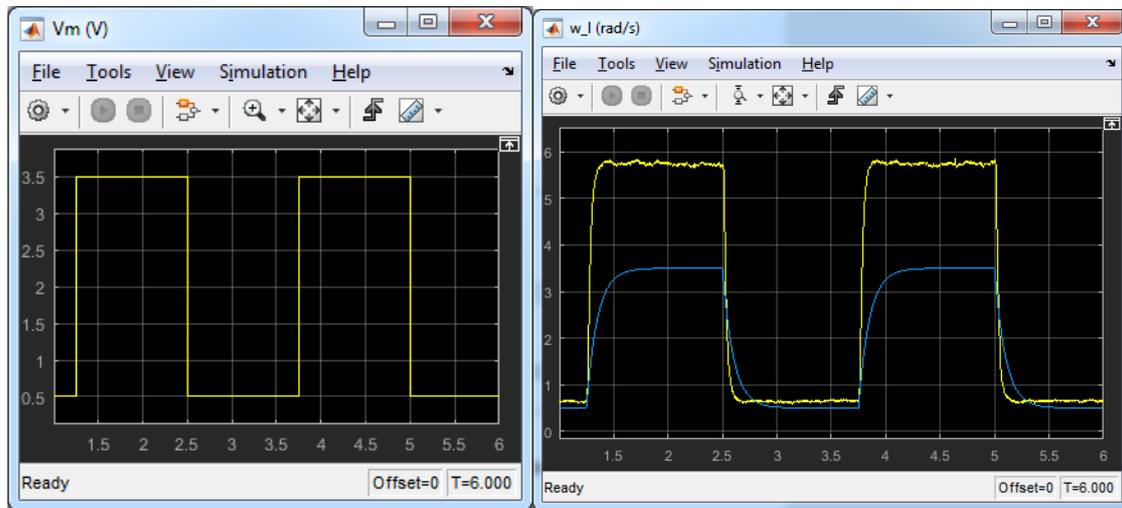

Figura 2. Entrada (izquierda) y Salida real y simulada en azul (derecha)
3. Abrir y visualizar los gráficos (*plots*) de velocidad **w_1** (rad/s) y tensión de entrada del servomotor, **Vm** (V).
5. Ejecutar el diagrama (botón *Run*) durante 6 segundos de simulación. Los engranajes del servomotor deben girar en la misma dirección y alternando entre velocidades bajas y altas. Se deben generar gráficas similares a las mostradas en la Figura 2.
(a) Proceder como en la sección S2.2 e implementar un *script* (llamado ejercicio1) en MATLAB que genere un gráfico con la respuesta del sistema junto con la simulada (ver Figura 2). La velocidad de salida del motor se guardará en el *workspace* de Matlab en la variable **w_1**.